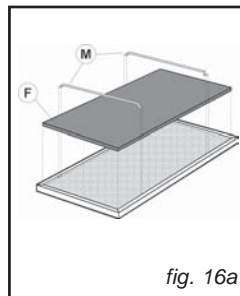

fig. 16a
• Vervanging van de koolstoffilter (fig.16a-16b)